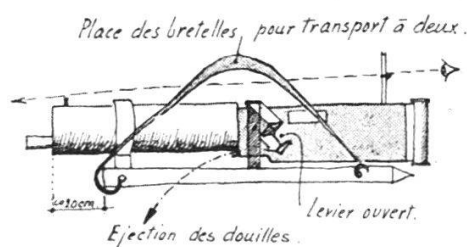

FIG. 8.
*Données pratiques :* Inverser de 90° la pièce sur son axe ; l'avancer dans le cacolet. Ne fermer que le levier supérieur, l'autre pouvant être fixé à l'aide d'une ficelle (ce levier devra être ouvert lors du tir, pour permettre de viser). La pièce-cacolet peut être portée à dos d'homme, dans la position normale, ou par deux hommes, en plaçant les bretelles du cacolet selon fig. 8.